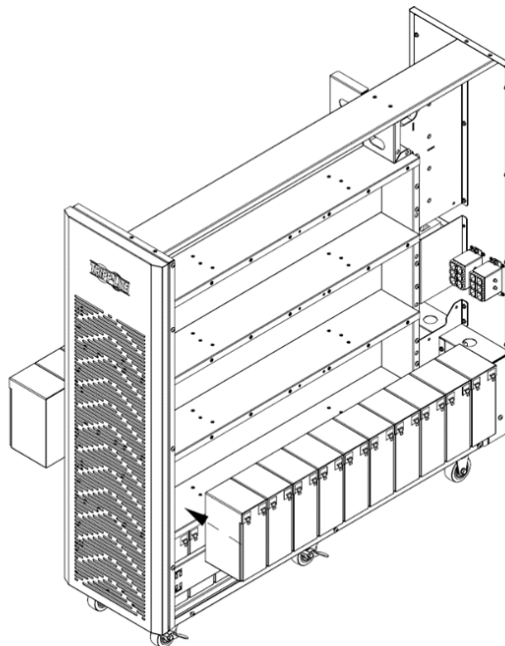

Figure 5-8B
9. Installer 10 autres modules de batteries dans la couche (L2-B, ensemble négatif du groupe 2). S'assurer de garder les côtés des bornes de toutes les batteries vers le haut (Figure 5-8B).